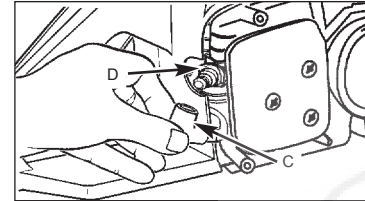

Fig. 18
3. Débranchez le fil connecteur (G) de la bougie (H) en tirant d'un mouvement rotatif (Fig. 18).